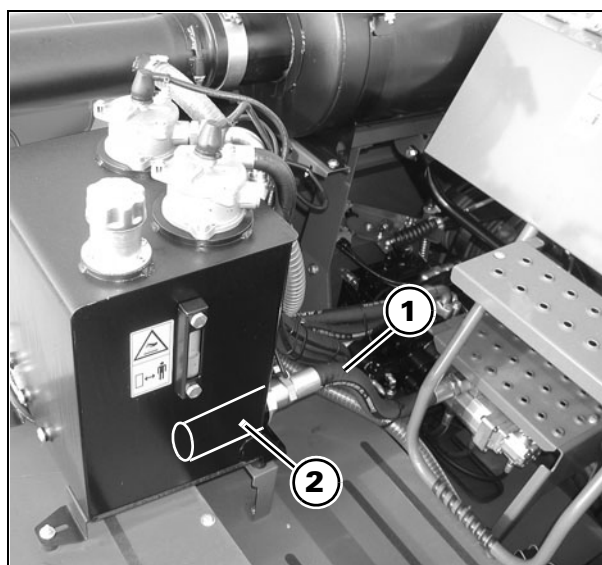

Рис. 69
62.)МАСЛЯНЫЙ ФИЛЬТР ВСПОМОГАТЕЛЬНОЙ ГИДРАВЛИЧЕСКОЙ СИСТЕМЫ (аспирация) - Рис. 69